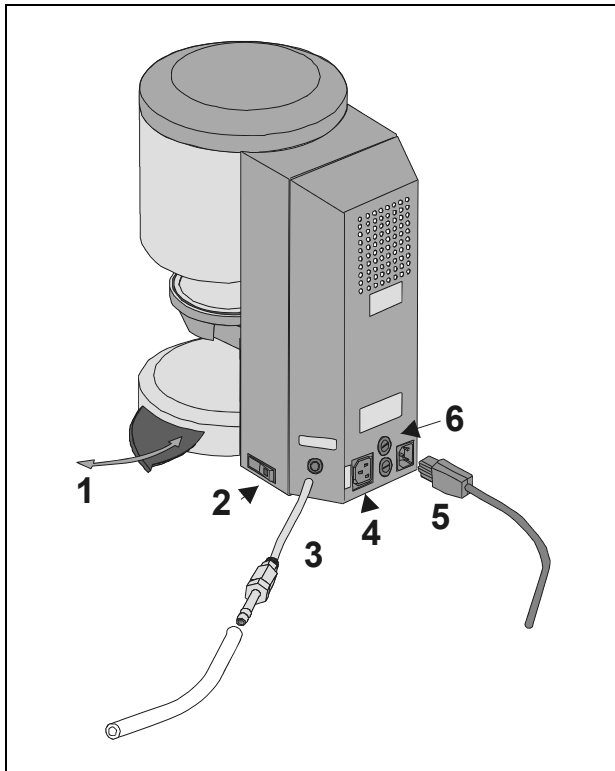

Fig. 1
- Raccorder la pompe à vide (Fig. 1).
- Brancher l'appareil sur le secteur avec le cordon secteur fourni (Fig. 1). Utiliser un câble de type HO5RR-F 3G1,0 mm² pour le raccordement. Eviter le raccordement aux prises de distribution à rallonge; risque d'incendie en cas de surcharge.
Si l'appareil n'est pas utilisé, monter le lift dans l'enceinte de cuisson et arrêter l'appareil à l'interrupteur principal (voir fig. 1, rep. 2). La fermeture de l'enceinte de cuisson protège l'isolation et empêche la pénétration d'humidité. Pour arrêter l'appareil, appuyer sur l'icône d'arrêt, voir section 13, le lift remonte automatiquement, affichage, arrêter l'appareil à l'interrupteur principal.